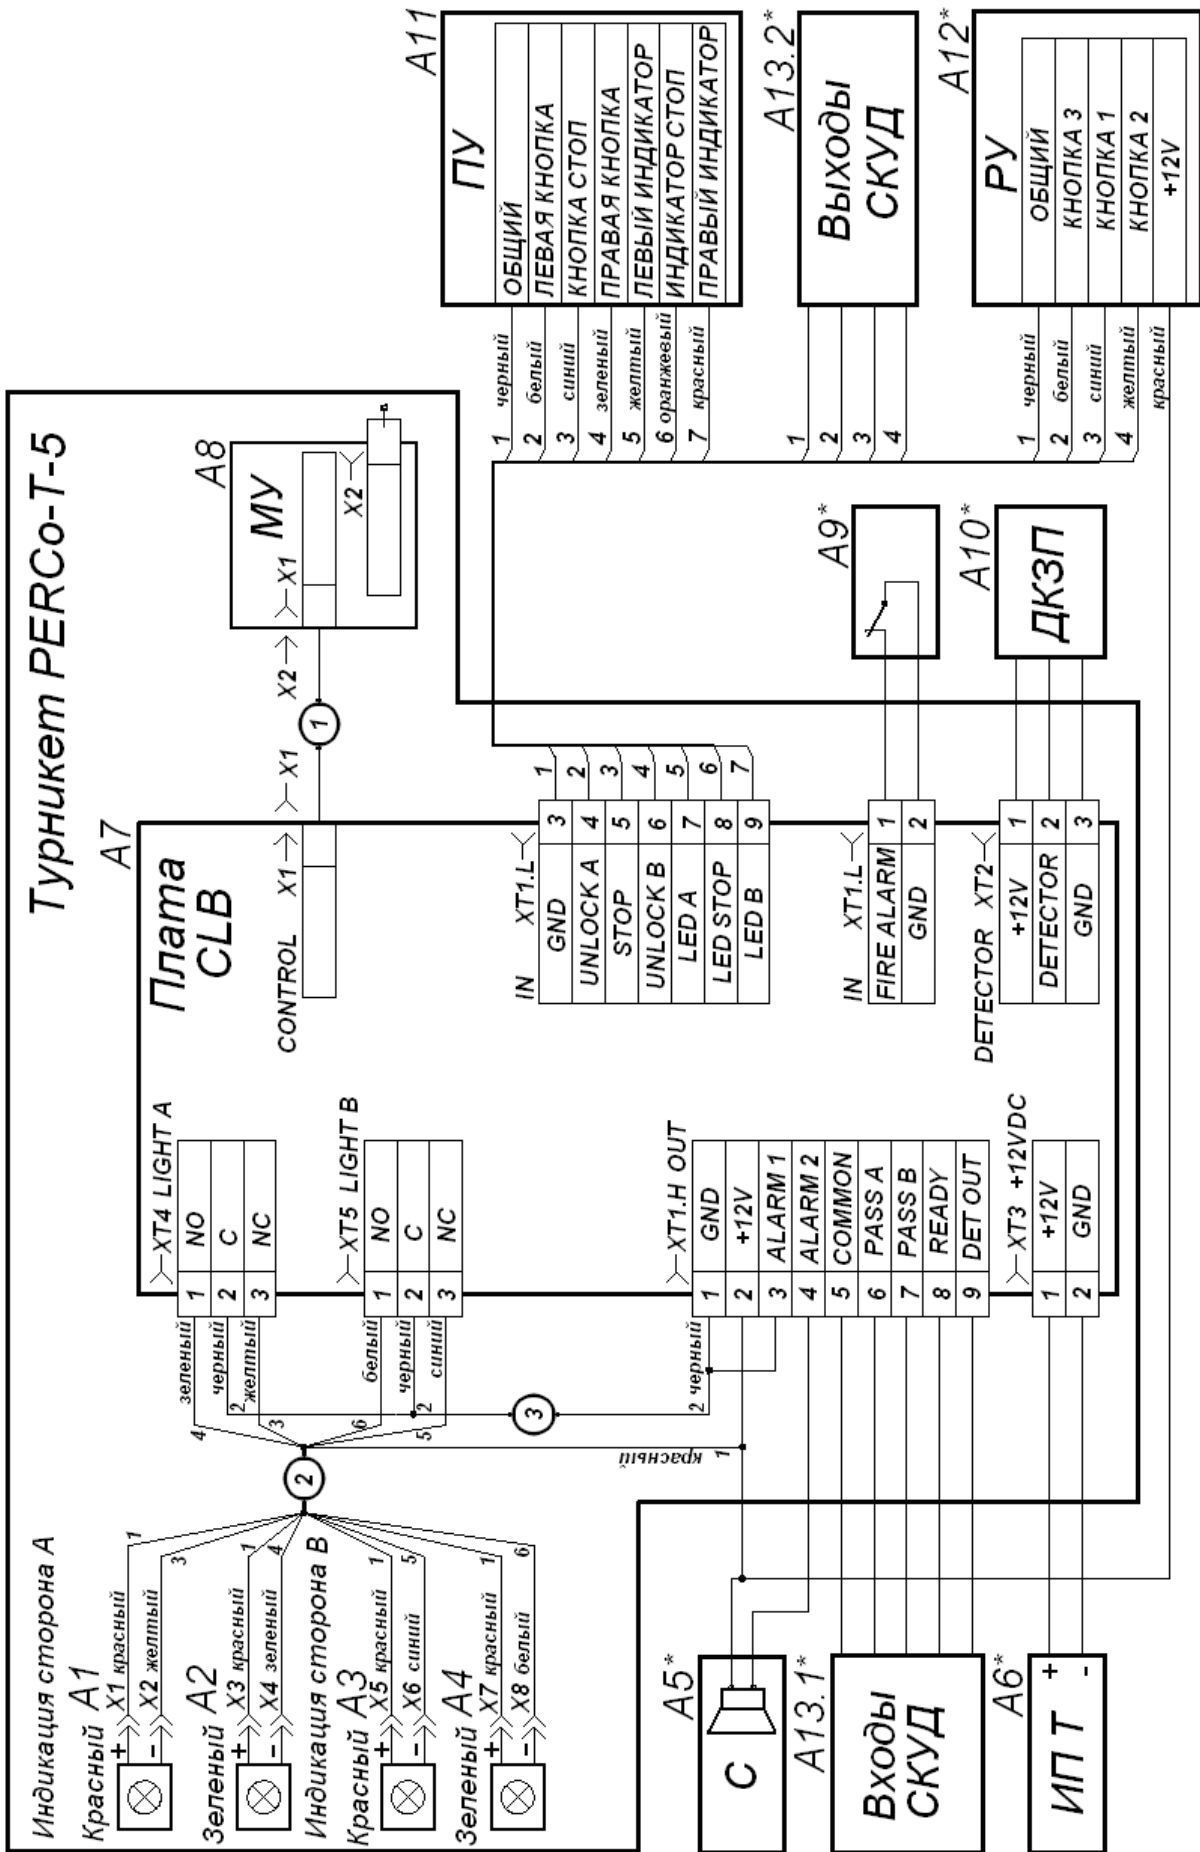

Рисунок 3. Схема электрическая соединений (перечень элементов см. в таблице 1)
5.2.3 ПДУ / устройство РУ / контроллер СКУД (5) и источник питания турникета (8) подключаются к плате кабелями (6 и 8) в соответствии со схемой электрической соединений (см. рисунок 3).